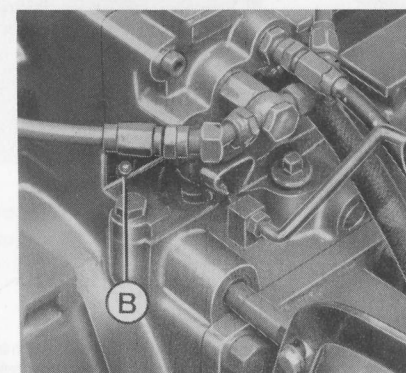

Fig. 22 - Bouchon de vidange du carter d'huile du relevage
Si une intervention mécanique à l'intérieur du carter de relevage oblige à vidanger ce carter au préalable, il convient alors de dévisser le bouchon (B), Fig. 22, qui se trouve sur la partie avant du carter.
Deux fois par an nettoyer le filtre du relevage hydraulique. Vidanger au préalable l'huile hydraulique par le bouchon B, fig.22. Nettoyer le filtre avec du pétrole, le sécher et le remettre en place. Purger les canalisations en desserrant la vis de purge qui se trouve sur chaque cylindre de relevage. Actionner le levier de relevage vers le haut jusqu'à ce que l'huile coule par les orifices des vis de purge. Rebloquer alors les vis de purge.